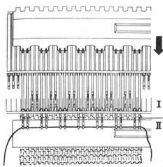

Fig. 103
1. Bem: Rot ist im Fadenführer eingefädelt. Musterschiene mit 2-2 Teilung hinter die 1. und 2. N setzen und die N paarweise in Einlegstellung vorschieben (evtl. Zungen öffnen). Weiss über die offenen N legen, Fig. 103, 1 G str. Diese Bem noch 2mal wiederholen.